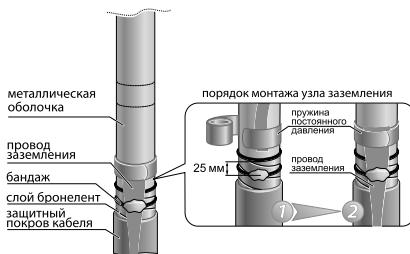

Рис.1. Комбинированная система заземления
- 2.2 Для ЗКВ(Н)Тп-10: расположить провод заземления вдоль оболочки таким образом, чтобы его подготовленный (распущенный) конец был направлен к срезу бронелент. Прижать провод заземления одним витком пружины так, чтобы нижний край пружины находился на расстоянии не более 10 мм от среза бронелент. Перегнуть провод заземления в обратном направлении и произвести намотку пружины поверх провода заземления до конца (рис.1).